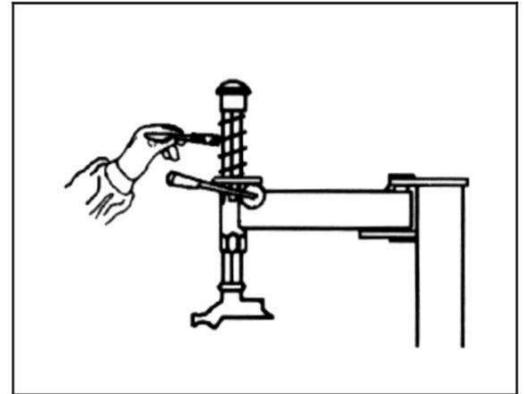

図 27
- ・ディーゼルオイルを使用して、六角シャフトと四角形の水平アームを洗浄します(図 27)。